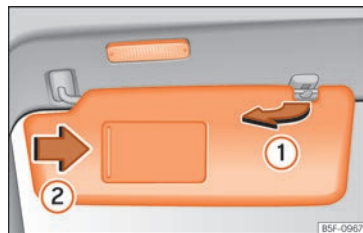

Abb. 155 Sonnenblende.
- Die Sonnenblende kann aus der Halterung herausgezogen und zur Tür »» » **Abb. 155 ①** geschwenkt werden.